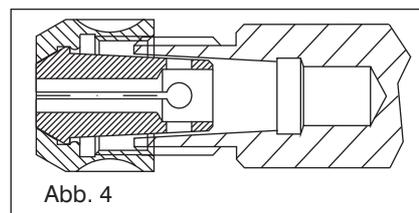

Abb. 4
3. Schrauben Sie diese Kombination auf das Gewinde der Spannzangenaufnahme auf (Abb. 4).